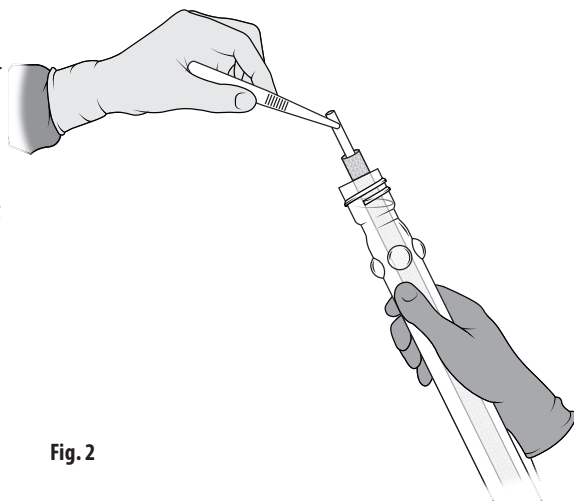

Fig. 2
- Spindelen vil flyte over slangeåpningen. Fjern protesen fra røret på en aseptisk måte ved å ta tak i enden av spindelen og løfte den forsiktig ut av røret. Fig. 2. Ikke la protesen komme i kontakt med den ytre enden av røret. "T"-en på bunnen av spindelen forhindrer at graftet glir av spindelen.